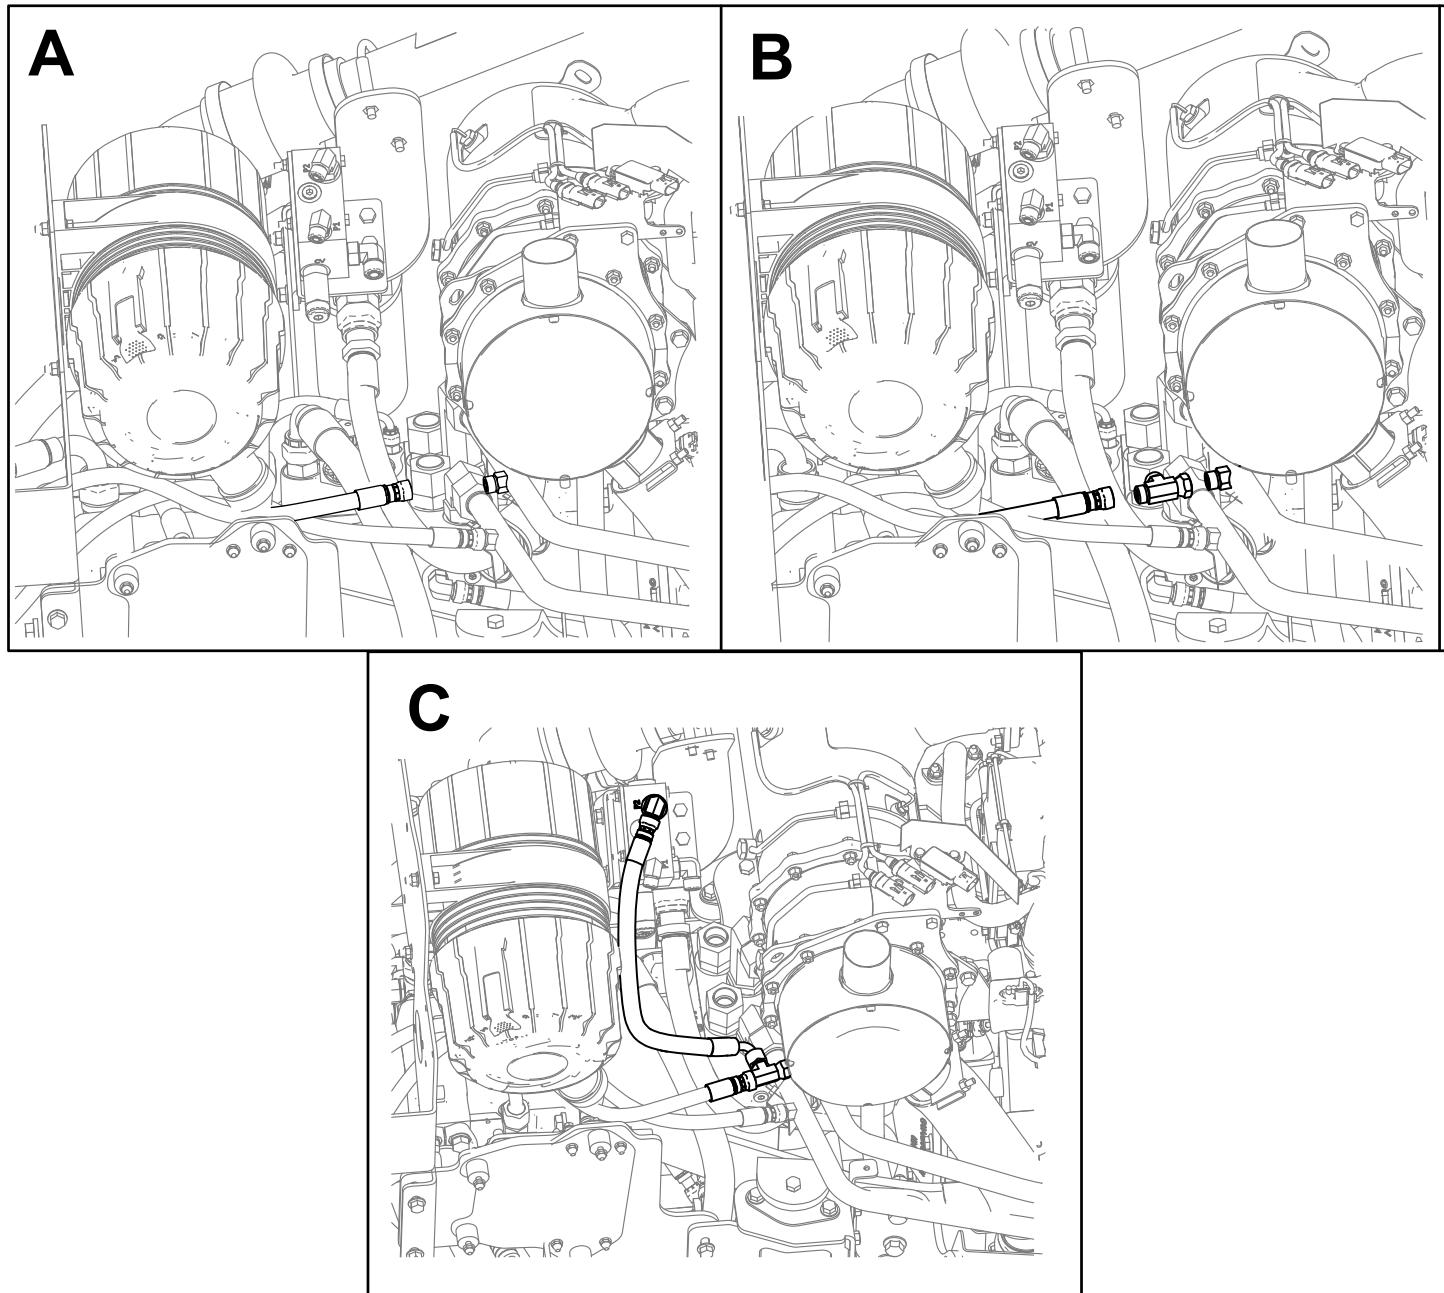

Figura 7
1. Desconecte la manguera del tubo rígido superior que va a la bomba hidrostática rotativa (Figura 7, A).
2. Instale un acoplamiento en T pequeño entre el acoplamiento del tubo rígido y la manguera desconectada (Figura 7, B).
3. Conecte la manguera de 43 cm (17½") del acoplamiento P2 al acoplamiento en T (Figura 7, C).